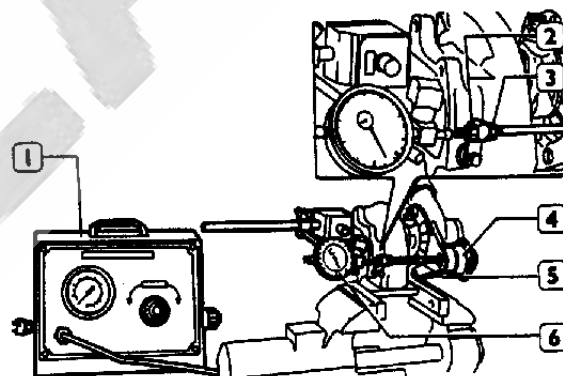

Figura 212
1. Desconectar los tubos (2) del bocal de la válvula limitadora de presión (1) e instalar en la misma una herramienta apropiada (figura 212).